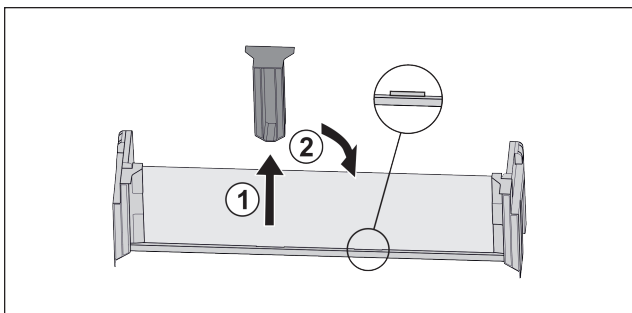

Fig. 22 *
- Mittleres Halteteil abziehen Fig. 22 (1).*
- Mittleres Halteteil auf zweiter Position einsetzen Fig. 22 (2).*